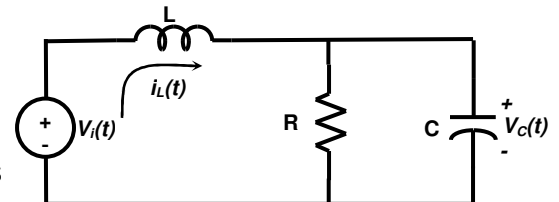

Figura 5.8.- Circuito RLC.
- 1) El código utilizado para resolver el ejercicio (3) con comentarios adecuados.
- 2) Describe con tus propias palabras el movimiento que se observaría en la varilla si el experimento del ejercicio (3) se realizara en forma real. ¿Cuántas vueltas completas daría la varilla?
- 3) Para el circuito de la figura 5.8 cuya F.T. $\frac{V_c(s)}{V_i(s)}$ se obtuvo en el reporte de la práctica No. 4. Obtén las ecuaciones de estado en términos de los valores de R, L y C, eligiendo los estados siguientes: $x_1(t) = V_c(t)$, $x_2(t) = \dot{V}_c(t)$.
- 4) Escribe el código necesario para simular la respuesta del circuito de la figura 5.8 mediante el comando `ode45`, con entrada cero ($V_i(t) = 0$), bajo condiciones iniciales $V_c(0) = 10$ volts y grafica dicha respuesta en el plano $V_c(t)$ contra el tiempo y en el plano de fase $V_c(t)$ contra $\dot{V}_c(t)$.